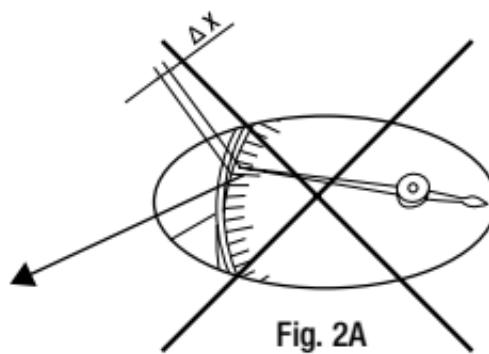
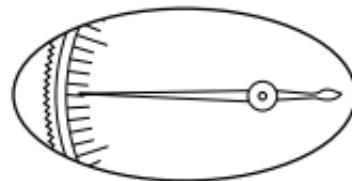

Fig. 2A
Fig. 2B
Error de Paralaje: Tenga cuidado al realizar mediciones para evitar el error de paralaje (Δx). Este error ocurre cuando el punto de observación no es perpendicular al visor (Fig. 2A). Tome la lectura perpendicularmente al visor de la carátula (3) (Fig. 2B).